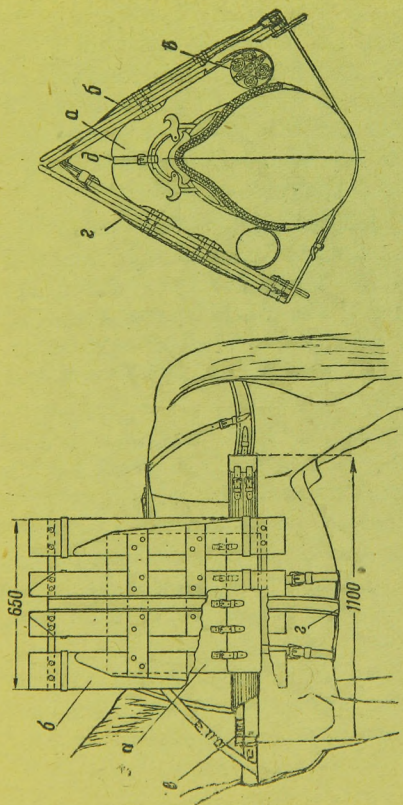

Рис. 14. Транспортировка лодки на вьючном седле:
13. При транспортировке на выючном седле лодка с мехами, шлангами и веслами упаковывается в чехол и укладывается вперекидку на седло без подвесных рам. Поверх лодки укладывается днище. Уложенное таким образом имущество крепится круговым троком (рис. 14).
Поверх лодки укладывается вперекидку днище. Вьюк крепится круговым троком (рис. 14).